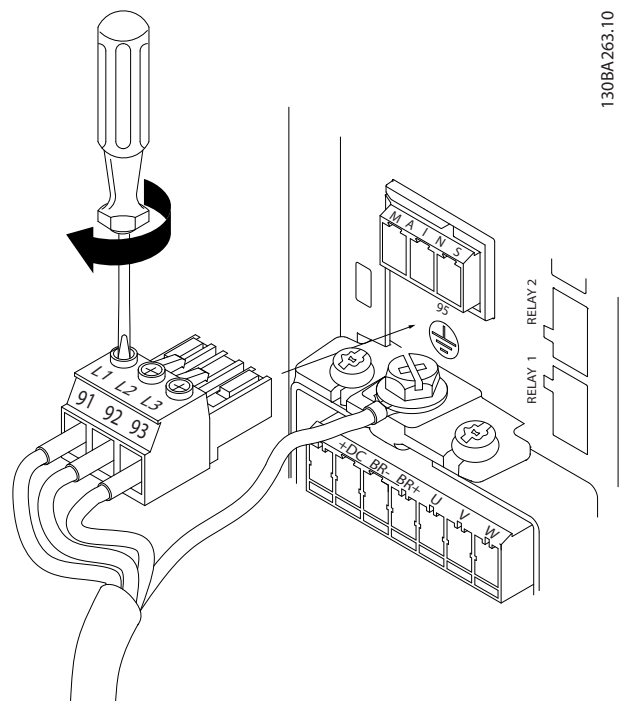

Bild 3.10 Montera nätkontakten
3. Anslut nätkablarna till nätkontakten och dra åt skruvarna enligt anvisningarna i Bild 3.10.